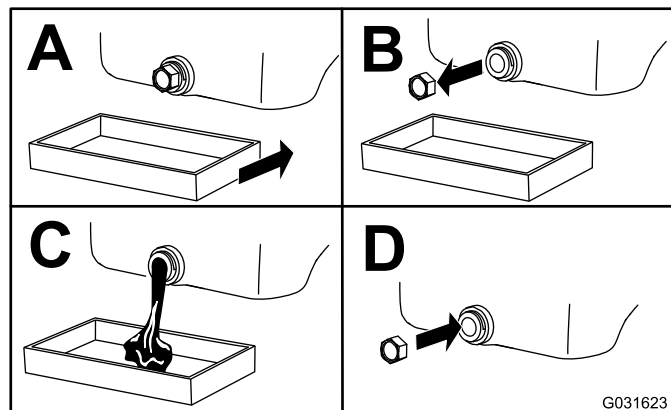

Figure 38
3. Vidangez l'huile (Figure 38).